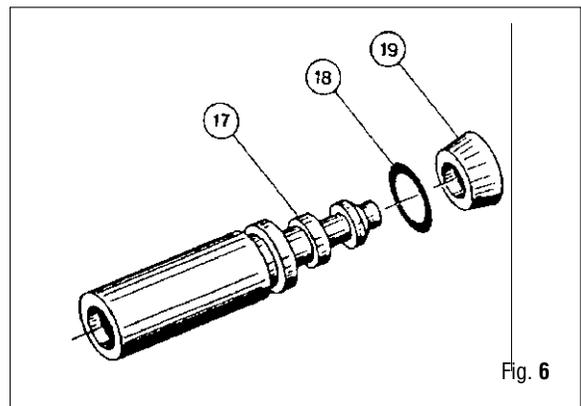

Fig. 6
9. Extraiga el pistón (17-18-19) del cañón con la ayuda de la flecha del fusil (Fig. 6).
10. Extraiga el casquete del pistón (19) y el OR (18) del pistón. (Fig. 6).
11. Con movimiento rotatorio, extraiga la ojiva(4) y el OR (20).